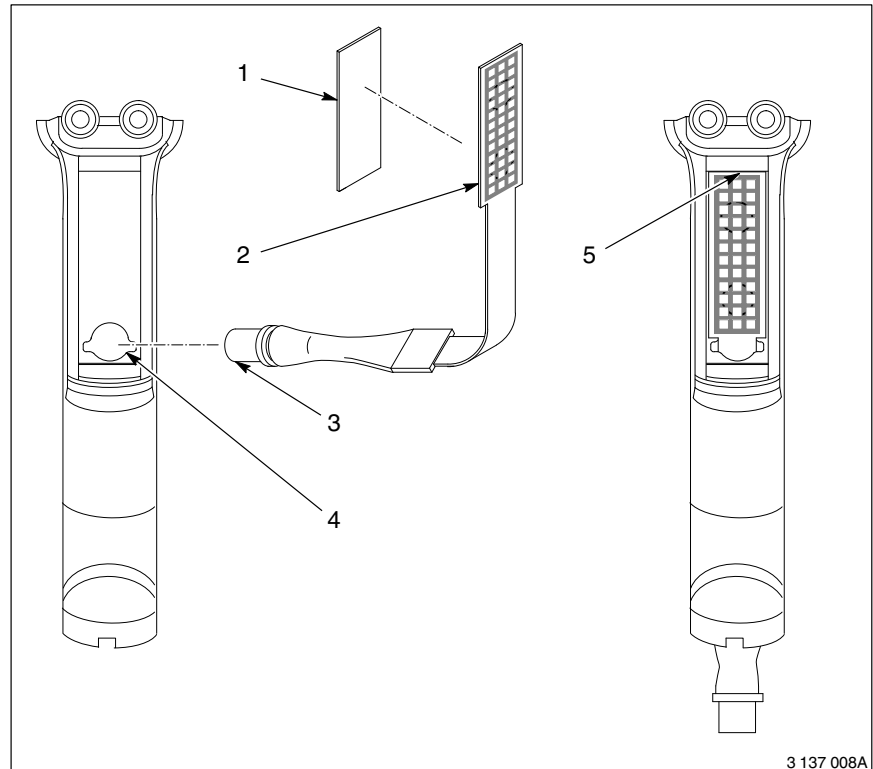

Bild 7-2 Byte av kontakter i avtryckare och spolningsknapp
2. Tag av vinklingskruven (12) från handtaget (22).
3. Tag av avtryckaren (11) och spolningsknappen (10).
4. Se bild 7-2.